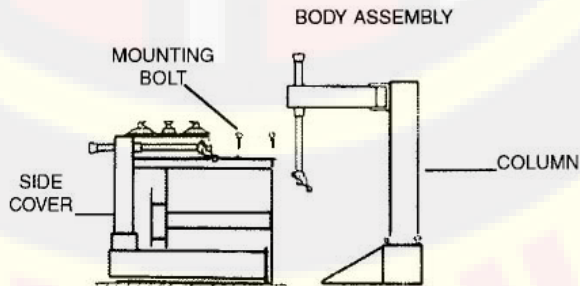

Рис.3
4) Отвинтите 4 винта (4, рис.3) с крышки на левой стороне (6) и снимите ее. Подсоедините воздушный шланг (3) от стойки до 6 миллиметрового соединителя (5).
5) Поставьте на место крышку (6) и закрутите винты (4).
6) Установите пластиковый кожух и укрепите его двумя винтами (10).
7) Сзади стойки (1) установите металлический кожух (11) и закрепите его винтами (12).